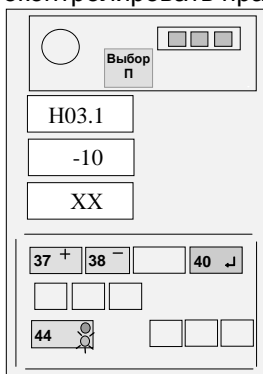

Рисунок 15 - Ввод температуры Рисунок 16 - Ввод температурного коэффициента ПрД
4.6.1.3. Измерить термометром температуру окружающего воздуха. Если величина измеренной температуры воздуха отличается от выдаваемой на средний ИЖЦ более, чем на 3°С, нажатием кнопки 44 установить на верхнем ИЖЦ код “Н03.1” (см.рисунок 15), а затем, нажимая кнопки “+” (37) и “-” (38), установить, контролируя по показаниям среднего ИЖЦ, значение температуры, равное показаниям термометра.